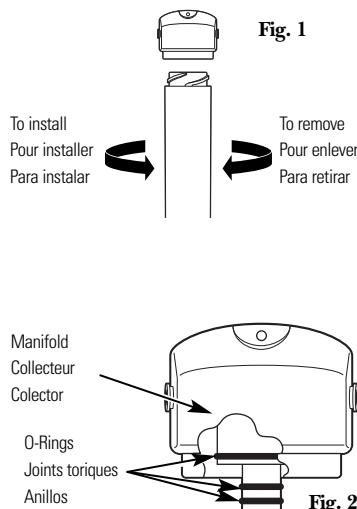

Fig. 1
2. Remove the filter canister from the manifold by rotating the canister to the left about 1/3 turn (Fig. 1). (*Note: A small amount of water may come out. A small towel should be able to catch it.)
2. Retirer le filtre à cartouche du collecteur en faisant tourner la cartouche vers la gauche d'environ 1/3 de tour (Fig. 1). (*Remarque : Une petite quantité d'eau pourrait s'échapper. Une petite serviette devrait pouvoir l'absorber.)
2. Retire el recipiente del filtro del colector rotando el recipiente a la izquierda aproximadamente 1/3 de giro (Fig. 1). (*Nota: Es posible que una pequeña cantidad de agua se salga. Una toalla pequeña es suficiente para absorberla.)